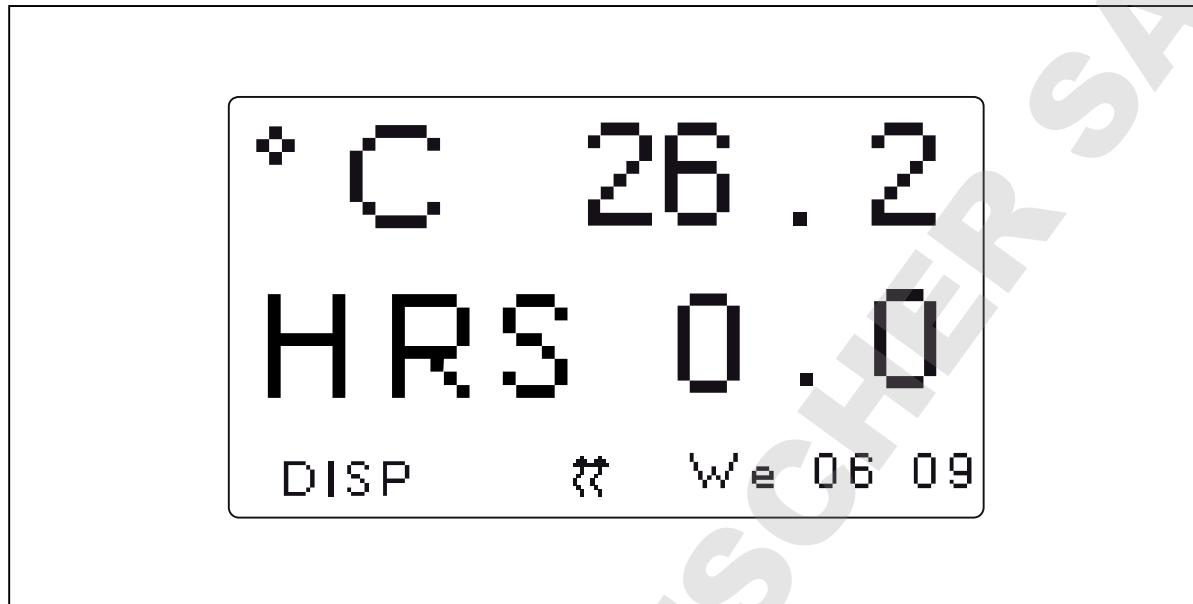

Fig. 5-3: Paramètre d'affichage changé
4. Appuyer sur le bouton de commande pour régler et sauvegarder le paramètre (voir Fig. 5-3 à la page 45).